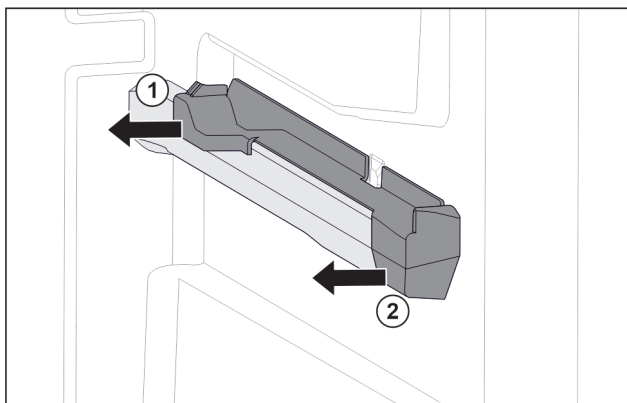

Fig. 146 Násuvný diel na pravom rebre nádoby
- ▶ Stiahnite násuvný diel vzadu do strany. Fig. 146 (1)
- ▶ Stiahnite násuvný diel vpredu do strany. Fig. 146 (2)